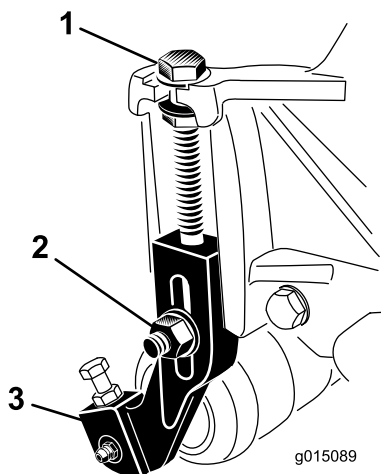

図 17
1. 刈り高ブラケットをカッティングユニットのサイドプレートに固定しているロックナットをゆるめる図 17。